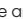

Abb. 183 Im unteren Teil der Mittelkonsole: Taste für elektronische Parkbremse.
- Ziehen Sie an der Taste  »» **Abb. 183** und halten Sie sie in dieser Position.
- Die Parkbremse ist aktiviert, wenn die Kontrollleuchte der Taste »» **Abb. 183** (Pfeil) und die rote  Kontrollleuchte am Kombi-Instrument aufleuchtet.
- Drücken Sie die Taste  »» **Abb. 183**. Gleichzeitig kräftig das Bremspedal drücken, oder wenn der Motor angelassen ist, leicht das Gaspedal drücken.
- Die Kontrollleuchte der Taste »» **Abb. 183** (Pfeil) und die rote  Kontrollleuchte des Kombi-Instruments erlöschen.
Durch ununterbrochenes Ziehen der Taste  »» **Abb. 183** beim Anfahren kann das
- Ziehen Sie an der Taste  »» **Abb. 183** und halten Sie sie in dieser Position, um das Fahrzeug **energisch** zu bremsen. Gleichzeitig ertönt ein Warnsignal.